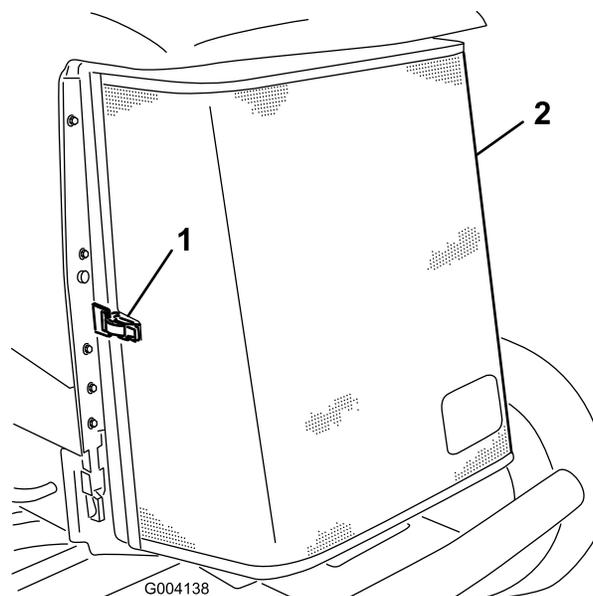

Figura 72
3. Desprenda a braçadeira e articule para abrir o painel traseiro (Figura 72).